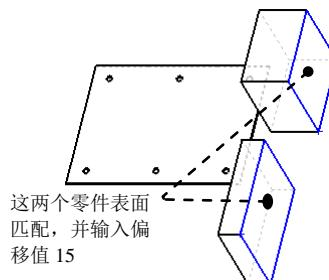

图 17.2.23 元件装配的第二约束
(3) 创建“距离 5”配合。选取图 17.2.23 所示的两个面为要配合的实体，单击  按钮，并在其后的文本框中输入数值 15，取消选中 反转尺寸(E) 复选框；单击 **配合对齐:** 选项中的“同向对齐”按钮 ，单击“距离 5”对话框中的  按钮。